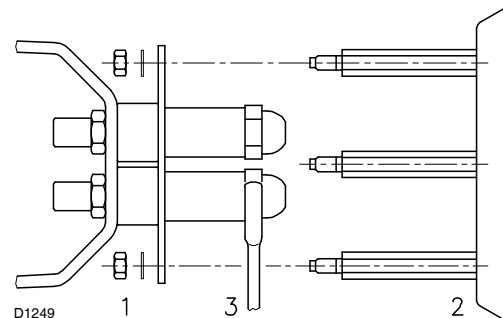

Fig. 13
- remove the nuts 1)(Fig. 13) and the disk 2);